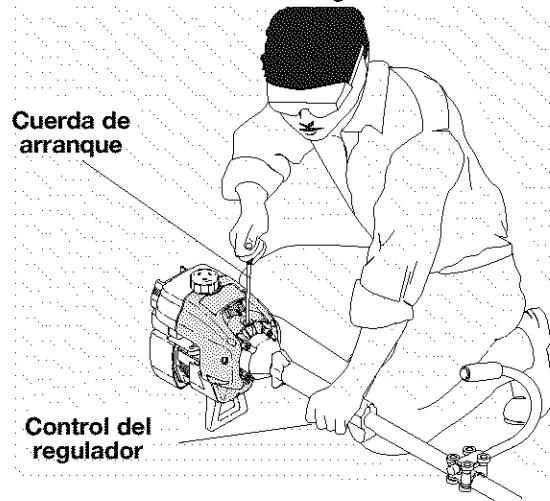

Fig. 9
NOTA: Mezcle la gasolina con el aceite (proporción de 40:1). Vea **Instrucciones de mezcla de aceite y combustible** en la sección de **Operación**. Llene su unidad con la mezcla de aceite y gasolina y colóquela sobre el piso para comenzar (Fig. 9).
- Oprima y sostenga el disparador y tire de la cuerda de arranque (Fig. 9) hasta que el motor intente arrancar (tire un máximo de 5 veces).
- Tire de la cuerda de arranque (Fig. 9) hasta que el motor arranque (tire un máximo de 3 veces).